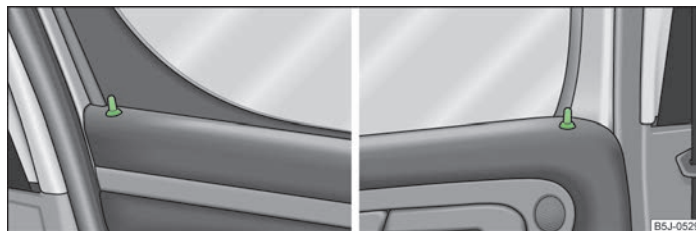

Fig. 11 Butonul de siguranță în portiera față / în portiera spate
La descuierea sau încuierea portierei, butonul de siguranță corespunzător » fig. 11 se deplasează în sus, resp. în jos.
- > Apăsați butonul de siguranță în jos » fig. 11.